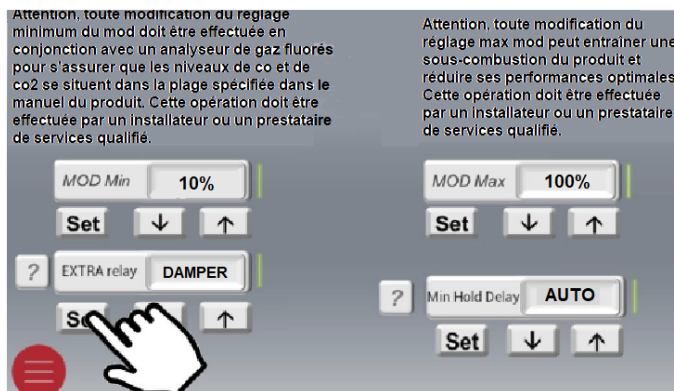

Figure 81. Chaudière 1 "Régler la fonction"
6. Lorsque la sélection "Damper" apparaît, appuyez sur le bouton "Set" conformément à la Figure 81.